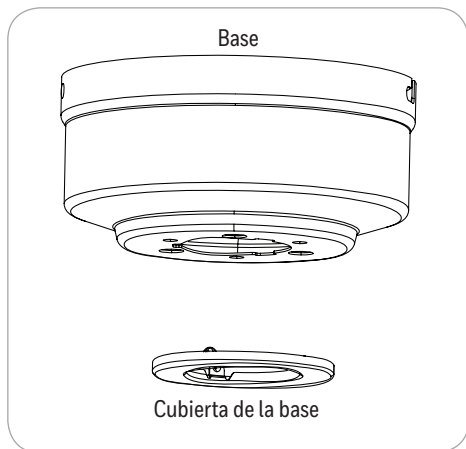

Figura 4.1
1. Retire la cubierta de la base de la parte inferior de la base (Figura 4.1).